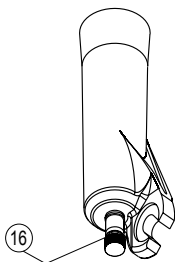

Figura 6
Para regular a velocidade de retorno utilize o botão (16) que está localizado na parte inferior do monobloco na perna hidráulica – vide Figura 6. Gire o botão (16) no sentido horário para deixar o retorno mais lento e no sentido anti-horário para deixar mais rápido.